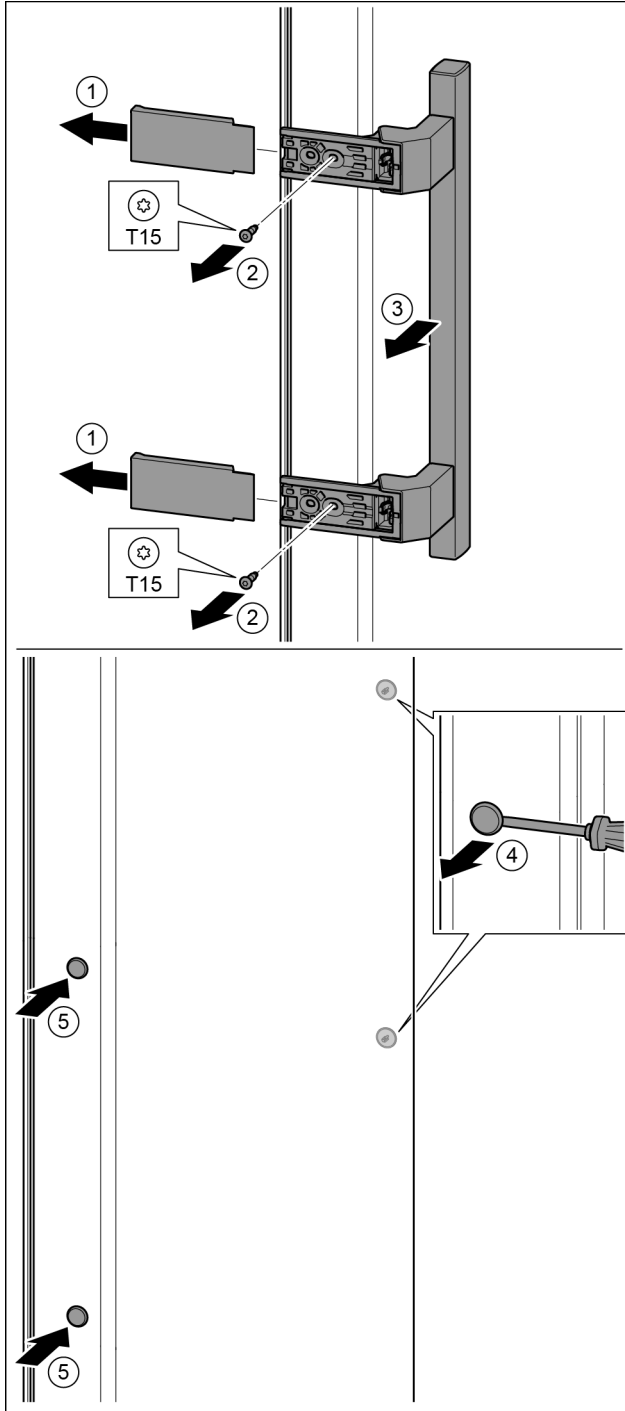

Fig. 33
- ▶ Зніміть кришку. Fig. 33 (1)
- ▶ Викрутіть гвинти за допомогою викрутки T15. Fig. 33 (2)
- ▶ Зніміть ручку. Fig. 33 (3)
- ▶ За допомогою шліцевої викрутки обережно підійміть бокову пробку та витягніть її. Fig. 33 (4)
- ▶ Знову вставте пробку з іншого боку. Fig. 33 (5)